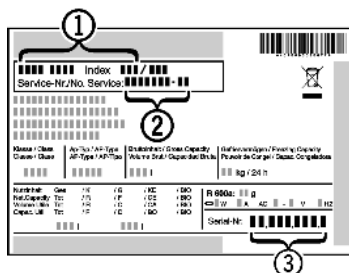

Fig. 10
- ▶ Z nazivne ploščice odčitajte oznako aparata *Fig. 10 (1)*, servisno št. *Fig. 10 (2)* in serijsko št. *Fig. 10 (3)*. Nazivna ploščica se nahaja na levi strani notranjosti aparata.
- ▶ Obvestite servisno službo in jim povejte, za kakšno napako gre, povejte pa tudi oznako aparata *Fig. 10 (1)*, servisno št. *Fig. 10 (2)* in serijsko št. *Fig. 10 (3)*.